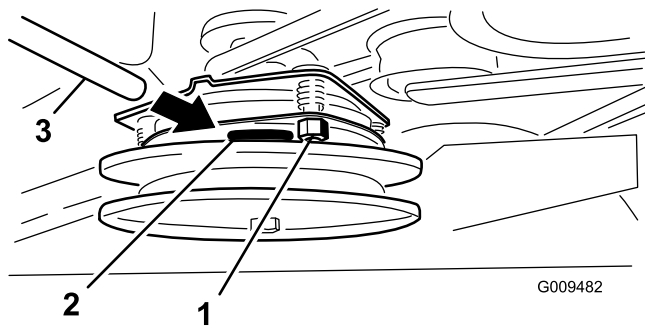

Figura 60
2. Si no es correcto, ajuste el entrehierro a 0.381 mm (0.015 pulgadas) en cada una de las tres posiciones de la ranura de ajuste. Apriete las contratuercas hasta fijar ligeramente la galga pero dejando que ésta se pueda mover con facilidad en el entrehierro (Figura 60).